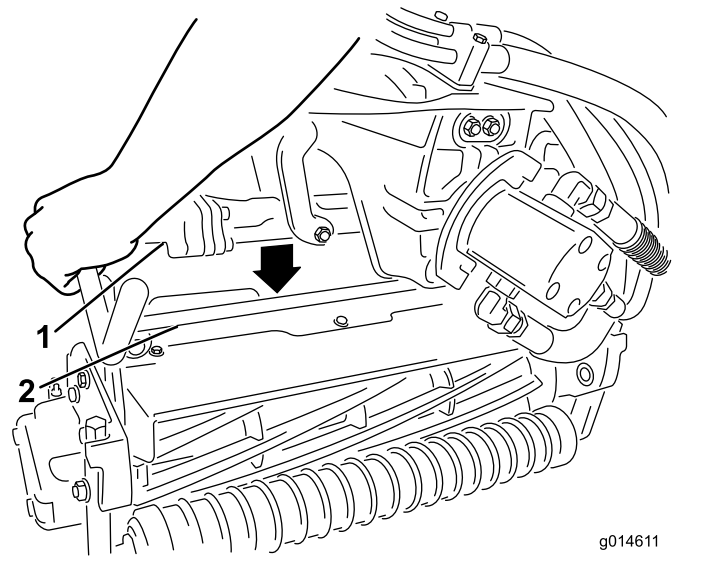
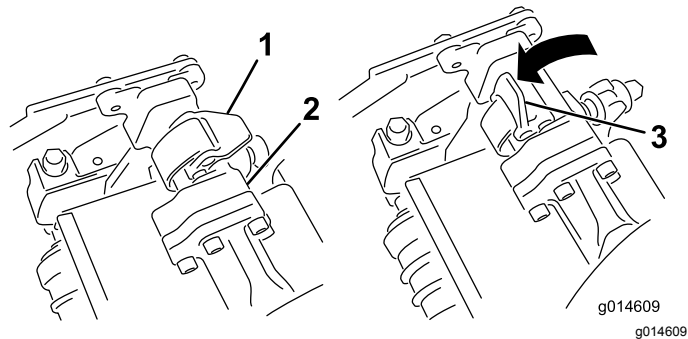

图30
图29
3. 当悬挂臂杆上的门锁指向上方即打开时图29向下压悬挂臂使悬挂臂杆与滚刀组上方的支架相契合图30。
4. 向下并绕着滚刀组横杆关闭门锁将它们锁定到位图29。
4. 打开您正在拆下的滚刀组悬挂臂上的门锁图29。